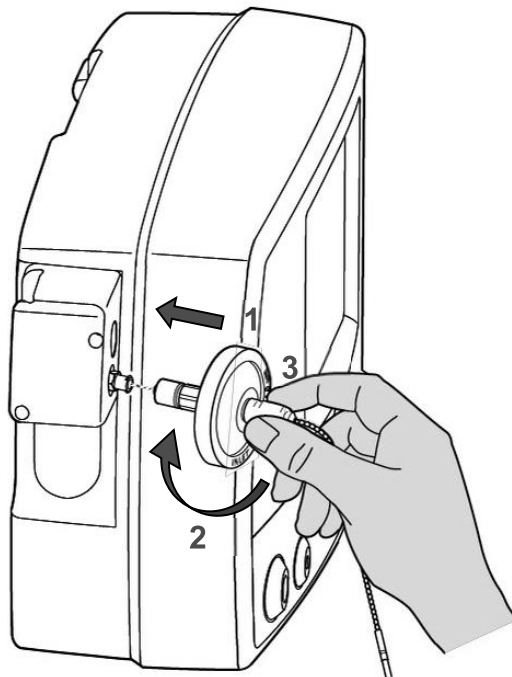

Figure 1 Raccordement de la tubulure d'échantillonnage du gaz du patient avec filtre
2. Branchez le côté filtre de la tubulure d'échantillonnage au port d'entrée correspondant **(1)** (voir la Figure 1 ci-dessous) en tournant dans le sens horaire **(2)** en utilisant le raccord de la tubulure d'échantillonnage du gaz du patient/du filtre **(3)** pour serrer la tubulure d'échantillonnage du gaz du patient avec filtre au raccord Luer du port d'entrée d'échantillonnage sur le panneau avant de l'INOMax DS_{IR}, INOMax DS_{IR} Plus, INOMax DS_{IR} Plus MRI ou INOflo DS.